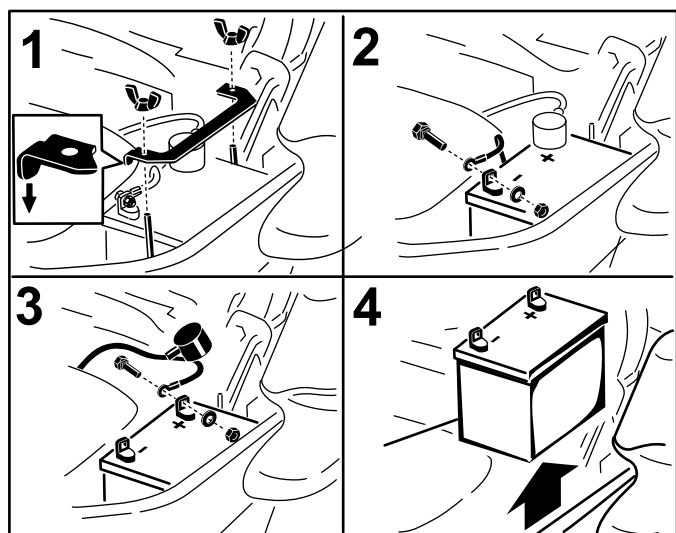

Bild 46
3. Klemmen Sie zunächst das Minuskabel (schwarz) vom Minuspol (-) (schwarz) der Batterie ab (Bild 46).
4. Schieben Sie die rote Polkappe vom Pluspol (rot) der Batterie ab, und klemmen Sie das Pluskabel (+) (rot) ab (Bild 46).
5. Nehmen Sie die Flügelmutter ab, mit denen die Batterieklemme befestigt ist (Bild 46).
6. Nehmen Sie die Klemme ab (Bild 46).
1. Legen Sie die Batterie in den Ständer, sodass die Klemmen auf der anderen Seite des Hydraulikbehälters sind (Bild 46).
4. Befestigen Sie die Kabel mit zwei Schrauben, 2 Scheiben und 2 Sicherungsmuttern (Bild 46).
6. Setzen Sie die Klemme auf auf und befestigen Sie sie mit der Flügelmutter (Bild 46).